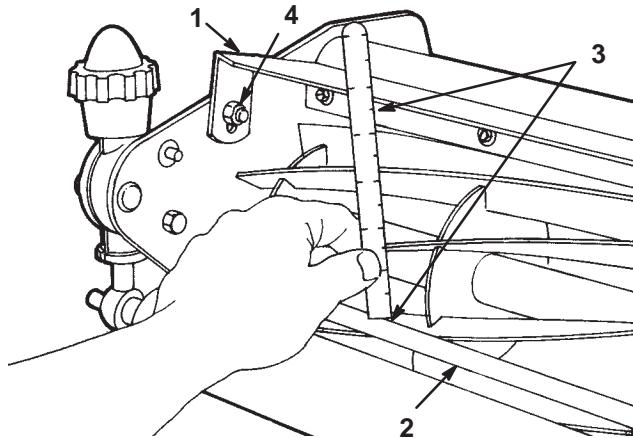

Figure 8
1. Réglez le plateau de coupe à la position de coupe normale et mesurez la distance entre le haut de la barre transversale avant et le déflecteur à chaque extrémité du plateau de coupe (Fig. 8).
2. Pour des conditions de coupe normales, la hauteur du déflecteur par rapport à la barre transversale doit être de 121 mm. Desserrez les vis et les écrous de fixation du déflecteur à chaque plaque latérale, réglez le déflecteur à la hauteur voulue et resserrez les fixations (Fig. 8).